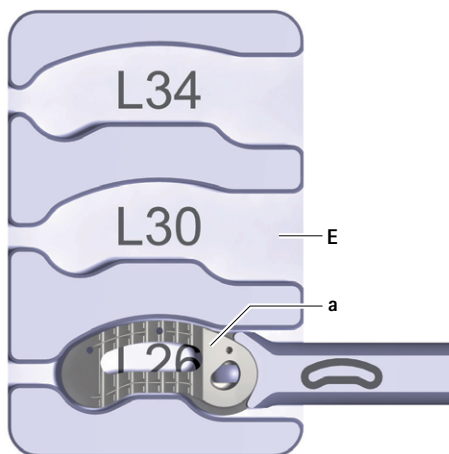

Fig. 9 Implante en el soporte de llenado
- Coloque el implante **a** en el soporte de llenado **E**, ver Fig. 9. Tenga en cuenta la longitud del implante (inscripción situada en el soporte de llenado: L26/L30/L34).